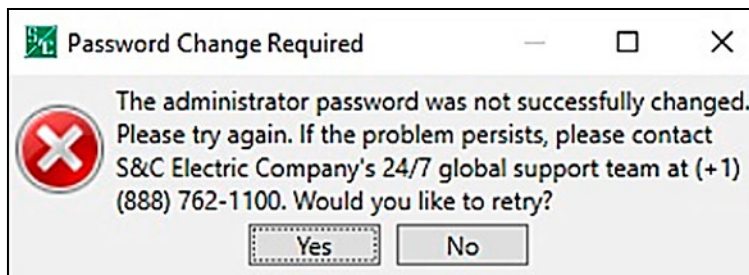

Figura 115. Cuadro de diálogo Cambio de la Contraseña Requerido.
**PASO 4.** Cuando la contraseña no es cambiada con éxito, se abre el cuadro de diálogo Password Change Required (Cambio de la Contraseña Requerido). Ver Figura 115 en la página 221. Haga clic en el botón **Yes** para cambiar la contraseña otra vez y regrese al Paso 2 en la página Step 2 on page 219.